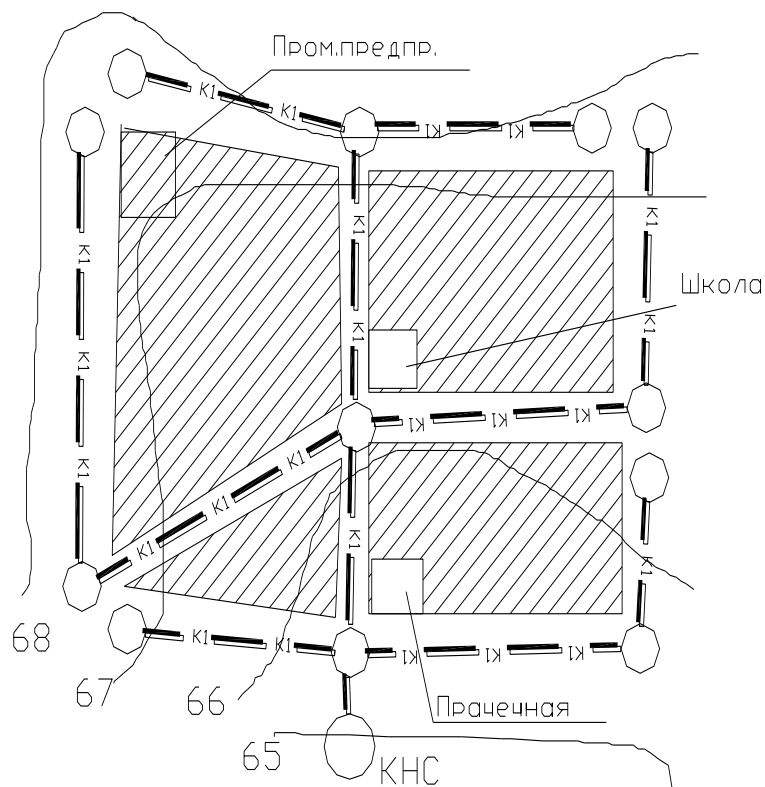

Рисунок 1 – Схема системы водоотведения населенного пункта
- на генплане населенного пункта трассируется водоотводящая сеть населенного пункта (рис.1.);